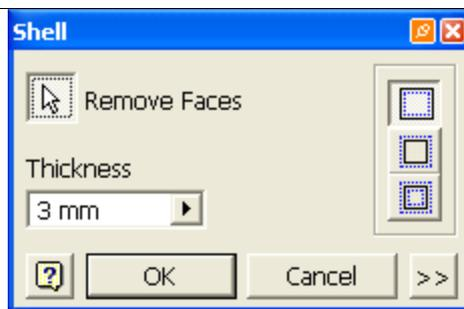

Рис. 9. Диалоговое окно **Shell**
2. В поле **Thickness** диалогового окна **Shell** (рис. 9) установите значение толщины стенки равное 3 миллиметрам.